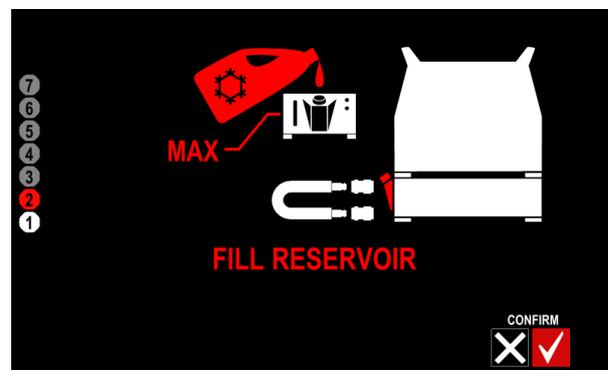

Figura 15
- Riempire il serbatoio del liquido refrigerante fino al livello massimo: 4,5 litri (Figura 15 o 23).